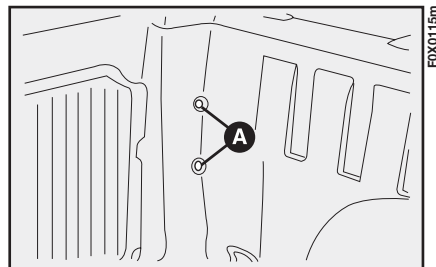

fig. 135
- svitare le viti A-fig. 135 quindi sfilare il gruppo completo verso l'esterno;